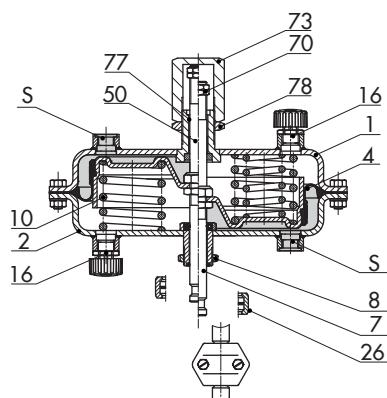

Bild 13: Typ 3271 mit einstellbarer Hubbegrenzung
- **Typ 3271 · Hubbegrenzung** (Bild 13), minimaler und maximaler Hub bei Ausführung 175v2 bis 750v2 cm² mechanisch einstellbar
Die einstellbare **Hubbegrenzung** (Bild 13) ist für Antriebe mit 120, 175v2, 240, 350, 355v2, 700 oder 750v2 cm² Antriebsfläche geeignet. Der Hub wird dabei in beiden Wirkrichtungen (Antriebsstange einfahrend oder ausfahrend) um bis zu 50 % verringert und fest eingestellt.